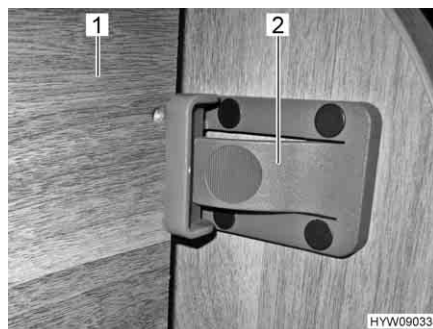

Fig. 31 Fusibile davanti
- Sollevare il letto (Fig. 31,1).
- Assicurare il letto alla parete del mobile con il chiavistello (Fig. 31,2).
- Premere il chiavistello (Fig. 31,2).